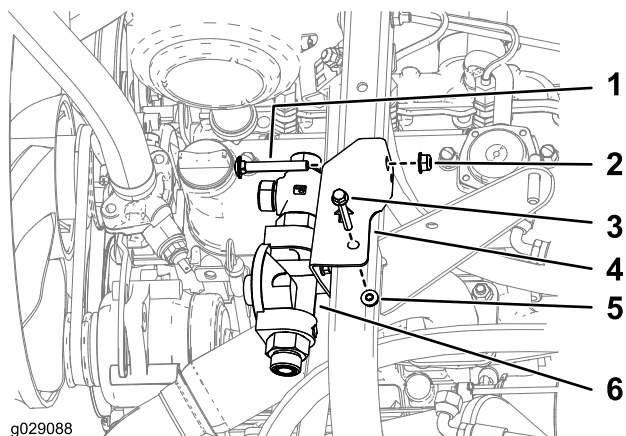

Figura 12
3. Prenda o conjunto do filtro hidráulico à estrutura como se mostra na Figura 12.